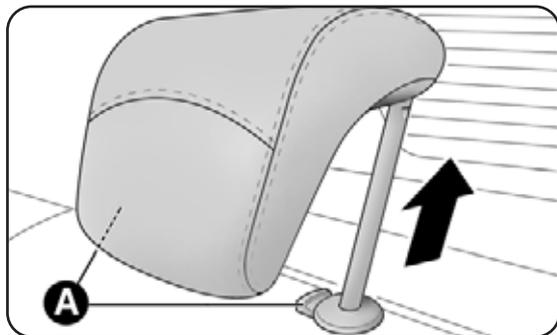

fig. 64
- levantar o apoio de cabeça até à altura máxima, pressionar ambos os botões A-fig. 64 ao lado dos dois suportes, a seguir remover os apoios de cabeça desenfiando-os para cima;